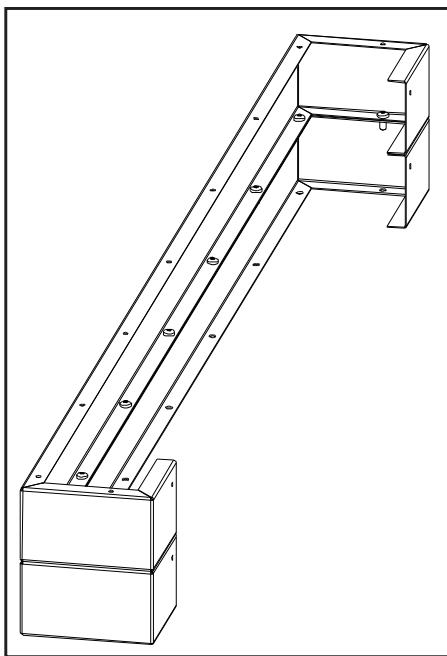

Figure 39: la combinaison de 2 risers de base étagère
2. Lorsque vous utilisez plus d'un riser chaque niveau doit être fixé au moyen de neuf (9) # 8 T-20 vis fournies (voir figure 39).